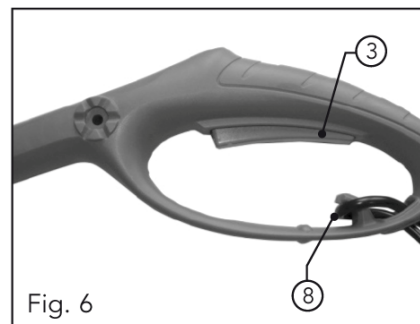

Fig. 6
1. Trä en förlängningssladd genom slitsen baktill på huvudhandtaget (1). Trä förlängningssladden över sladdhållaren (8) (fig. 6) och anslut förlängningssladden till grästrimmerns nätsladd.
3. Tryck in strömbrytaren (3) och håll den intryckt.